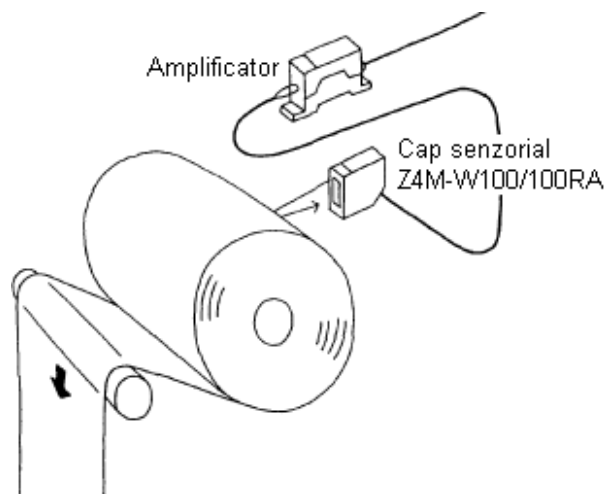

Fig.13
1.5.1. Măsurarea grosimii unui sul de hârtie aplicație (fig.13):